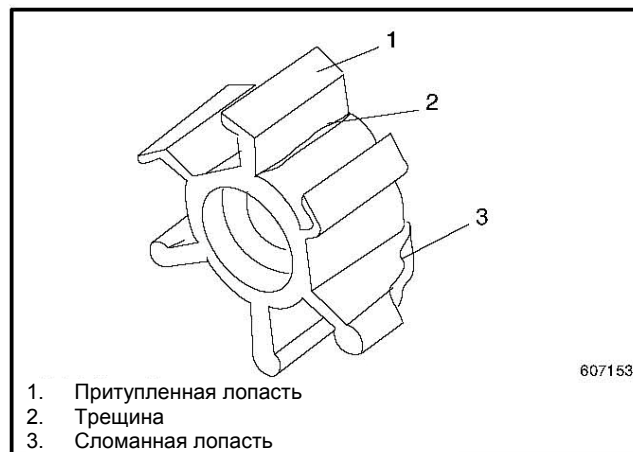

Рисунок 5-4 Сношенное рабочее колесо
4. Осмотреть колесо на предмет повреждений, включая трещины, сломанные или сплюснутые лопасти. Лопасти должны быть прямыми и гибкими. См. Рисунок 5-4.